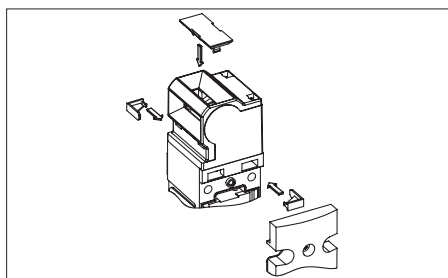

Fig. 2: Inserire i cunei di fissaggio, chiudere l'intercambio di comando
3. Opzionale: impiegare come protezione antitorsione i cunei di fissaggio inclusi in dotazione (vedere Fig. 2).
4. Chiudere l'intercambio di comando non utilizzato con l'apposita copertura in dotazione (vedere Fig. 2).